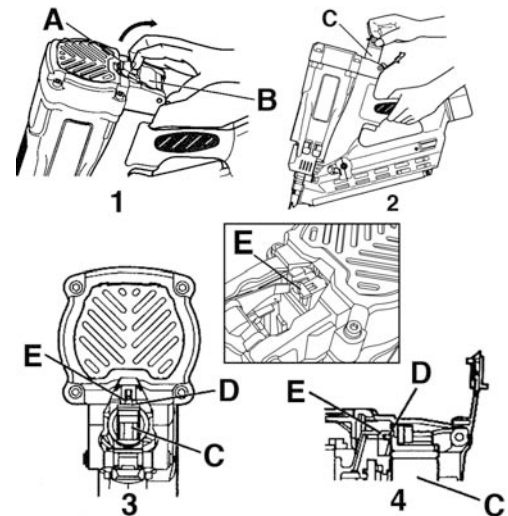

Figure 4
1. Tirez sur le loquet (A) Fig.4 du couvercle de la bobonne de gaz et ouvrez le couvercle de la bobonne de gaz (B).
2. Assurez-vous que l'adaptateur (E) est installé tel qu'illustré, ensuite insérez la bobonne de gaz (C) dans la cloueuse.
3. Insérez la tige (D) de la bobonne de gaz dans le trou de l'adaptateur (E).